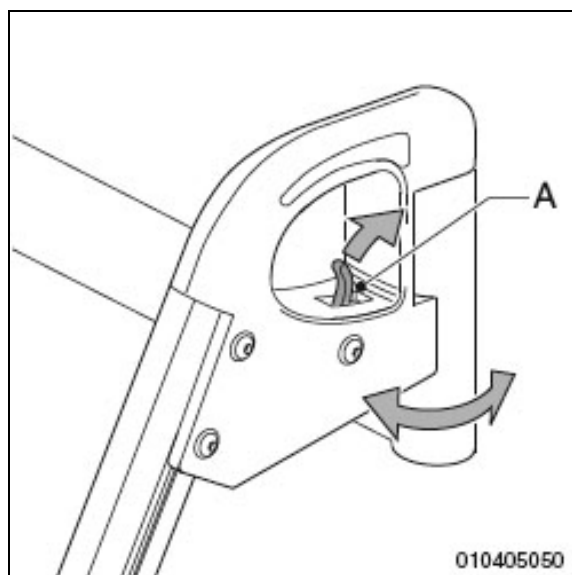

Bild 3.14
1. Tryck spärren (A på bild 3.14) bakåt för att lossa benstödet.
2. Sväng benstödet (B) utåt.